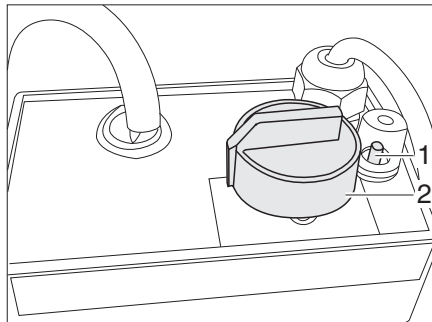

Bild 118 Reglage för elektrisk golvvärme
- Vrid vridregulatorn (Bild 118,2) till önskad värmeeffekt.
- Vrid vridregulatorn (Bild 118,2) till ställning "0".
När golvvärmen har stängts av stannar värmen kvar ett tag i golvet (restvärme). Om regulatorn överbelastas aktiveras överbelastningsskyddet. Stiftet (Bild 118,1) hoppar ut.
- Tryck in stiftet (Bild 118,1) på överbelastningsskyddet när regulatorn har svalnat.